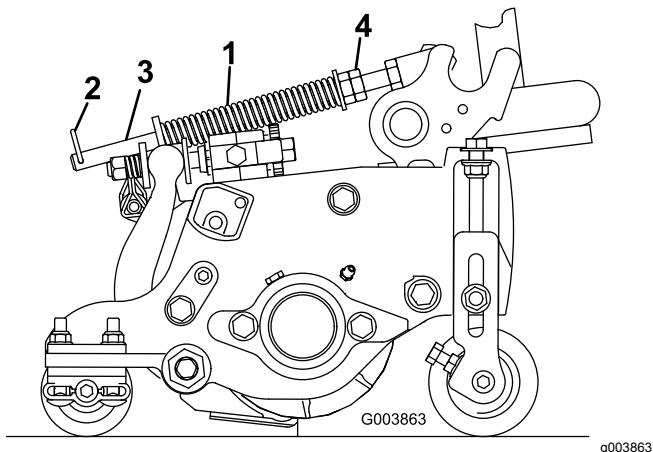

Figura 15
El muelle de compensación del césped transfiere peso desde el rodillo delantero al trasero (Figura 15). Esto ayuda a reducir el patrón de ondulación en el césped.
1. Asegúrese de que el pasador de horquilla está instalado en el taladro del extremo de la varilla del muelle (Figura 15).
2. Apriete las tuercas hexagonales del extremo delantero de la varilla del muelle hasta que la longitud comprimida del muelle sea de 12,7 cm en unidades de corte de 12,7 cm, o de 15,9 cm en unidades de corte de 17,8 cm (Figura 15).